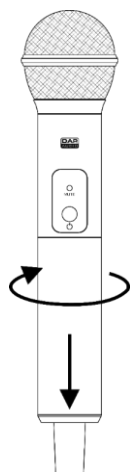

Fig. 10
- 01) Encienda la unidad PSS colocando el **interruptor POWER ON/OFF (12)** en la posición ON.
- 02) Encienda el micrófono manteniendo pulsado el **conmutador de encendido/silenciado (40)** durante 3 segundos. El **indicador LED de estado (39)** se iluminará en verde.
- 03) Pulse los botones **UP y DOWN (05/07)** para elegir uno de los 100 canales (véase la tabla de rangos de frecuencia de la página 16). O alternativamente mantenga pulsado el botón **UP (05)** durante 6 segundos para iniciar una búsqueda rápida de canal. En la **pantalla (09)** se mostrará:
- 04) Una vez elegido un canal mantenga pulsado el **botón UP (05)** durante 3 segundos. El número del canal seleccionado en ese momento comenzará a parpadear.
- 05) Retire la cubierta del compartimiento de las pilas (Fig. 10). **De lo contrario no será posible emparejar los dispositivos.**